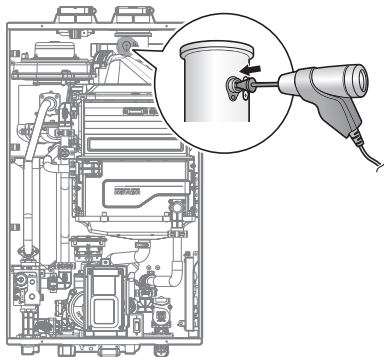

Figura 7
- Suelte el tornillo, gire la placa y quite la junta para acceder al orificio de monitoreo de emisiones, como se muestra en la Figura 7.
- Inserte el analizador en el orificio (Figura 7).